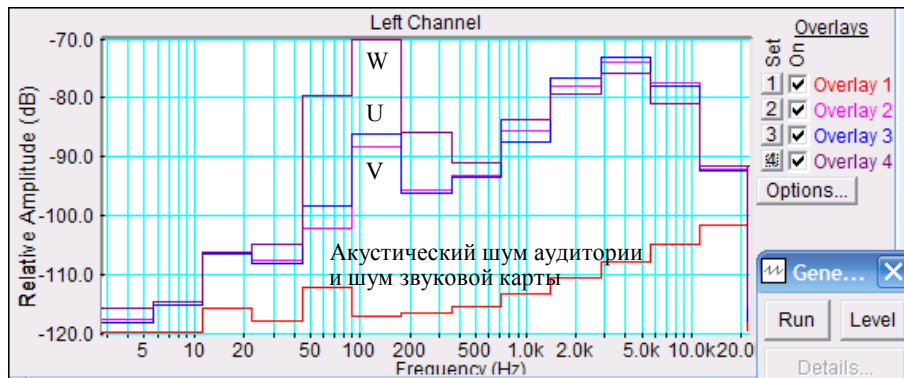

Рис.7.6. АЧХ функций W, U и V
- Скопируйте графики частотных характеристик **U**, **V** и **W** (рис.7.6) в файл вашего отчета.